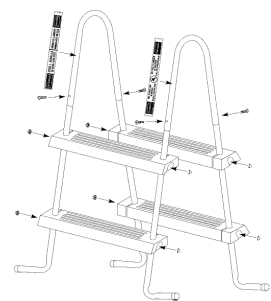

Abb. 21
- Jedes Ende einer Stufenstange ist mit einer Hutmutter (Teil 21) abzudecken. Die Verbindung zwischen Leiterbogen und den Leiterbeinen ist mit jeweils einer Schraube zu fixieren (**Abb. 21**).